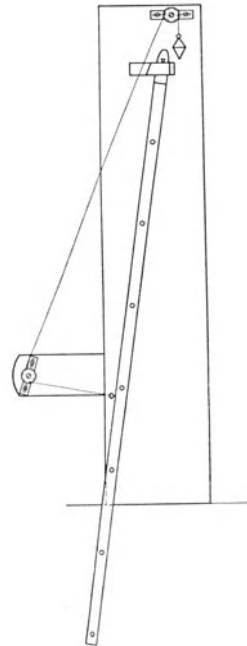

Fig. 76.
**Anleitung.** a) Stelle das Pendelbrett so auf, daß seine untere Vorderkante mit dem Rande des Tisches zusammenfällt. Hefte auf die polierte Seite des Pendelstabes, woraus die Bleiwalzen entfernt worden sind, einen Streifen weißes Papier und darüber einen Streifen Kohlepapier. Setze das Pendel mit seiner Schneide auf das Lager. Hänge wie in Fig. 76 den Fallkörper an einem Seidenfaden auf, der so lang ist, daß dieser den Pendelstab zur Seite ziehende Doppelkegel einige Zentimeter höher als das obere Ende des Pendels liegt. Nimm den Faden von der untern Rolle, nicht aber von der obern, herunter, halte ihn derart fest, daß der Fallkörper neben dem obern Teil des Pendelstabes hängt, und verschiebe die Pendelschneide so auf ihrem Lager oder die obere Rolle so in ihrem Schlitz, daß die Vorderseite des lotrecht hangenden Pendelstabes den scharfen Mittelrand des Fallkörpers eben berührt. Lege nun, ohne dabei die Pendelschneide zu verschieben, den Faden wieder über die untere Rolle. Das Gewicht des Fallkörpers zieht den Pendelstab etwas zur Seite. Schwingt der Fallkörper, so bringe ihn durch zweckmäßig gerichtete leichte Stöße oder mit einem Pinsel oder einer Feder zur Ruhe, oder warte,